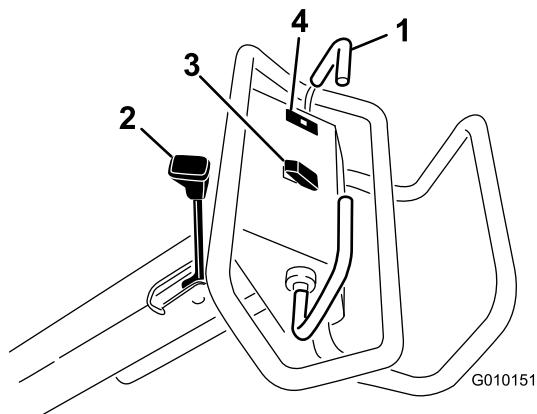

Figura 13
Para conducir hacia adelante, mueva la palanca de tracción hacia adelante. Para conducir hacia atrás, mueva la palanca de tracción hacia atrás (Figura 13).
Para poner el freno de estacionamiento, mueva la palanca hacia el motor. Para quitar el freno de estacionamiento, mueva la palanca hacia adelante (Figura 13).
El indicador de presión del aceite (Figura 13) se enciende cuando la presión de aceite del motor cae por debajo de un nivel seguro. Si se produce esta condición, pare el motor e investigue la causa. Repare la avería antes de arrancar el motor de nuevo.
**Elevar** – pulse la parte superior del interruptor (Figura 13) para elevar y desengranar el cabezal de perforación. El motor debe estar en marcha para generar presión de elevación. Si el cabezal de perforación está más bajo que la altura de transporte, consulte Reinicio del circuito de control del sistema.
**Bajar/Enganar** – pulse la parte inferior del interruptor (Figura 13) para bajar y engranar el cabezal de perforación. Para poder accionar el interruptor, la palanca de tracción debe estar desplazada hacia adelante.